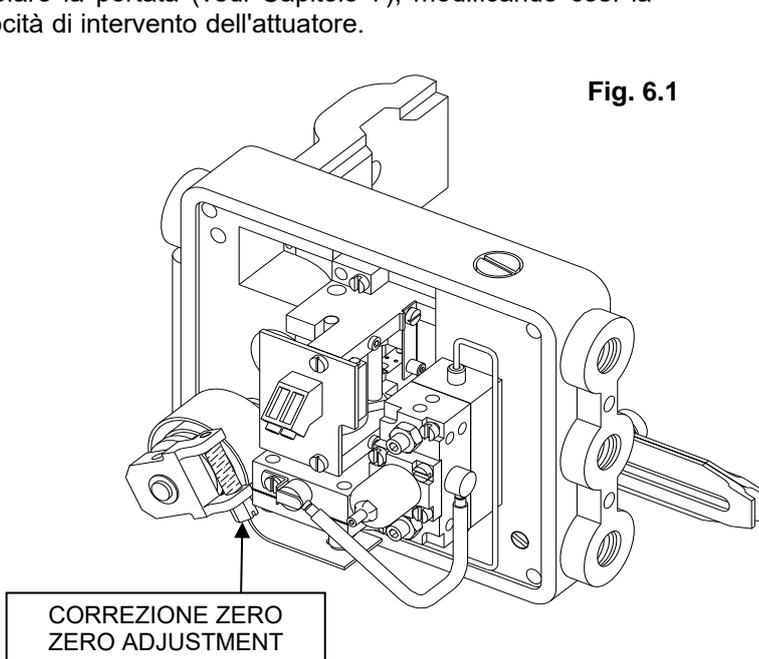

Fig. 6.1
2. Inviare un segnale di 4mA (o 3psi) e agire sulla vite di zero (Fig. 6.1) sino a far partire la valvola. A questo punto girare la vite molto lentamente in senso contrario riportando l'asta dell'otturatore in posizione di riposo. Controllare l'indicatore di corsa dell'attuatore.
2. Inject a signal of 4 mA (or 3psi) and adjust the start screw as per fig. 6.1 such that the position of the valve is at the fully extended position. At this point the valve plug should just be touching its seat and any counter rotation of the start screw causes the valve to retract. Set the valve position indicator.